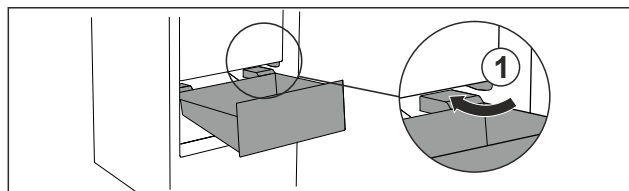

Fig. 115
- Zásuvku ved'te šikmo podél zarážek Fig. 115 (1).